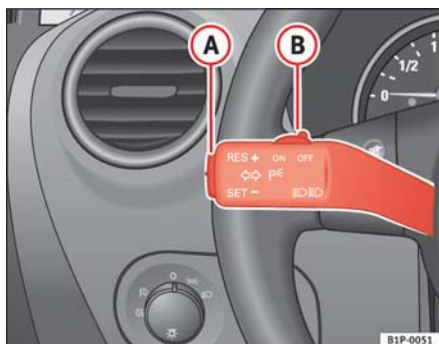

Fig. 123 Palanca de intermitentes y de luz de carretera: conmutador y tecla basculante para el regulador de velocidad
- Mueva el mando ⇒ fig. 123 **B** hacia la izquierda hasta la posición **ON**.